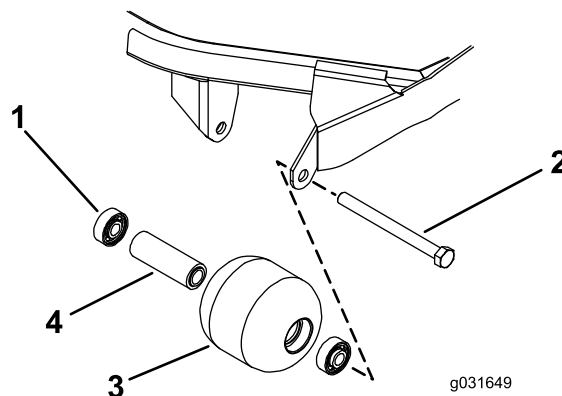

Figura 72
- Inspeccione el alojamiento del rodillo, los cojinetes, y el espaciador del cojinete (Figura 72).
- Haciendo presión solamente sobre el anillo de rodadura exterior, o de forma igual sobre el anillo exterior y el interior, introduzca el primer cojinete en el alojamiento del rodillo (Figura 72).
- Introduzca el espaciador (Figura 72).
- Haciendo presión solamente sobre el anillo de rodadura exterior, o de forma igual sobre el anillo exterior y el interior, introduzca el segundo cojinete en el alojamiento del rodillo hasta que entre en contacto con el espaciador (Figura 72).
- Retire el perno de montaje del rodillo (Figura 72).